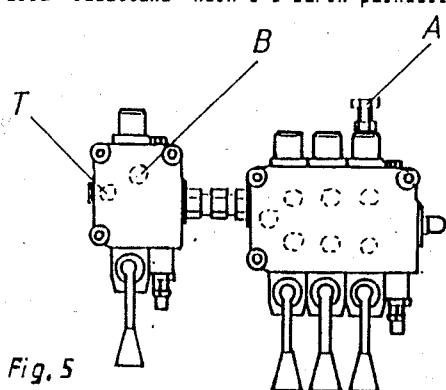

Fig. 5
\* Styrventilen till skärcylindern monteras i serie med trespaksventilen enligt fig 5. Härvid lossas först returoljeslangen från trespaksbordet och proppen från gavelanslutningen skruvas i dess ställe. Enspaksbordet inkopplas i serie med den åtföljande junkturkopplingen enligt fig. Den nyss lösgjorda returoljeslangen monteras till returnen (T) från enspaksbordet. Enspaksventilens stödplatta monteras ovanpå den ordinarie manöverventilens fästplatta.